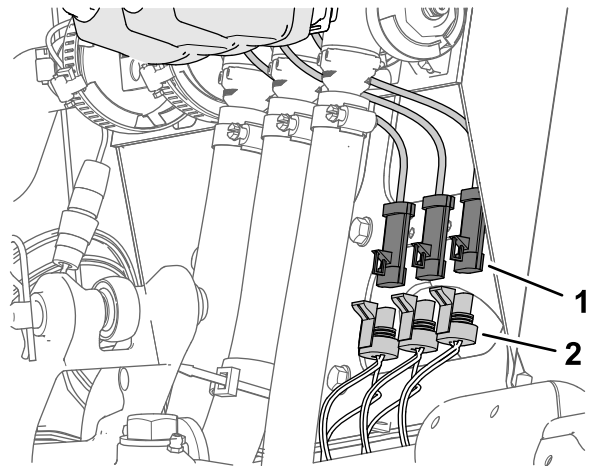

图29
1. 将机器线束上标有左喷洒阀、中间喷洒阀和右喷洒阀的 3 插槽接头 图29 从 3 喷洒阀致动器的各 3 针接头处断开。